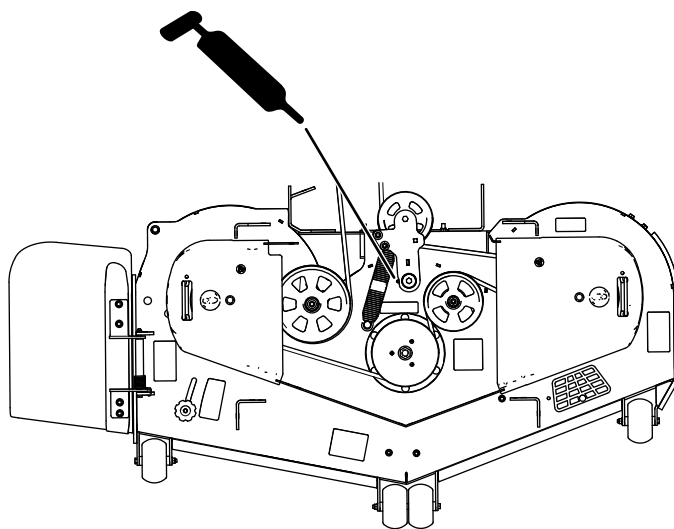
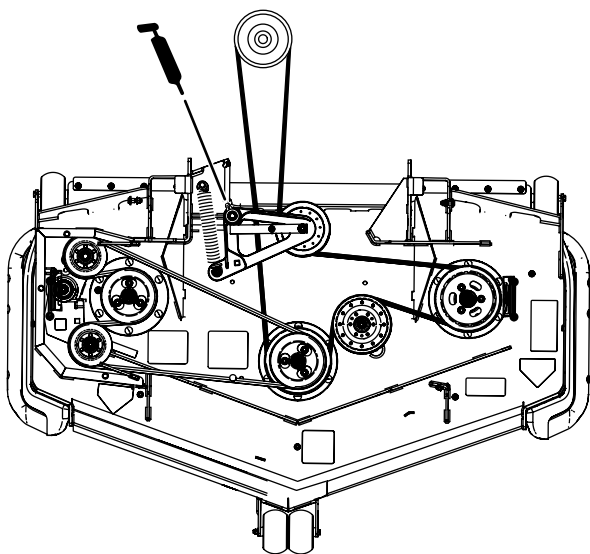

Figure 48
Figure 49
3. Graissez le pivot de la poulie de tension du tablier de coupe jusqu'à ce que la graisse ressorte par le bas (Figure 48 ou Figure 49).